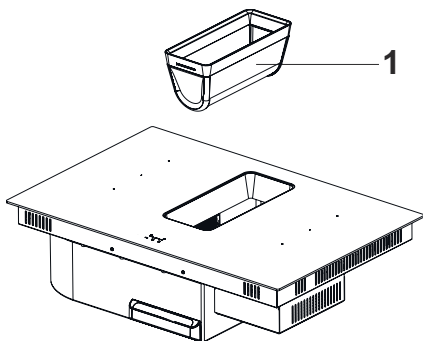

Fig. 9
2. ➤ Ta bort fettfiltret (Fig. 9).